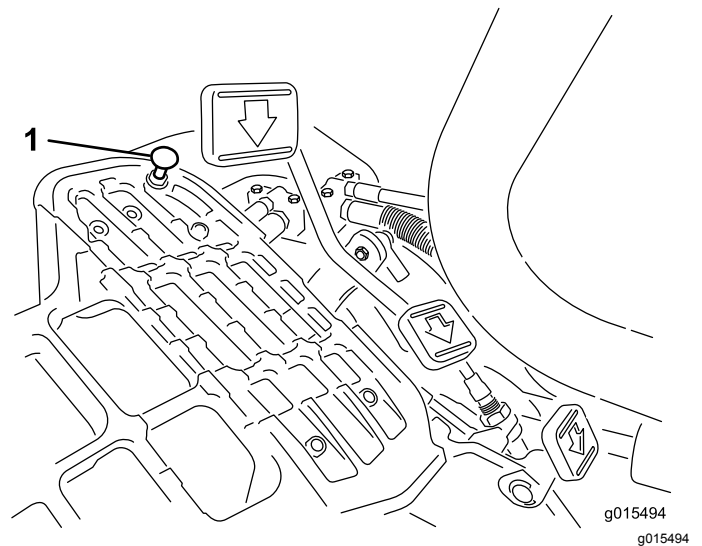

Bild 54
Treten Sie auf das Gaspedal. Wenn das Pedal den Anschlag erreicht (Bild 54), bevor das Kabel gespannt ist, müssen Sie die Einstellung ändern:
1. Lösen Sie die Bundsicherungsmuttern, mit denen der Pedalansschlag an der Bodenplatte befestigt ist (Bild 54).